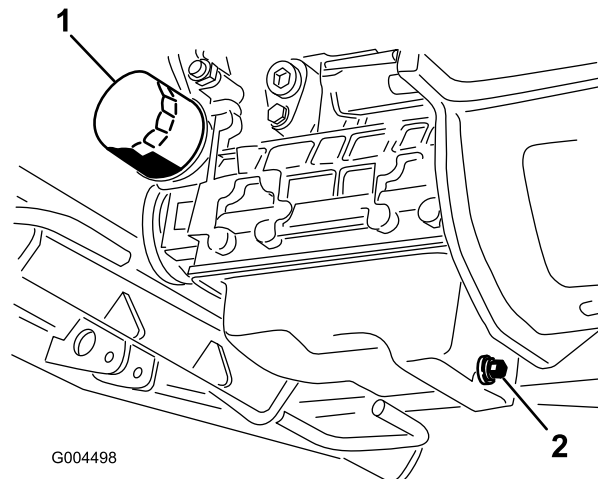

Figure 61
3. Placez un bac de vidange sous le carter en face du bouchon de vidange (Figure 61).
6. Retirez et remplacez le filtre à huile (Figure 61).